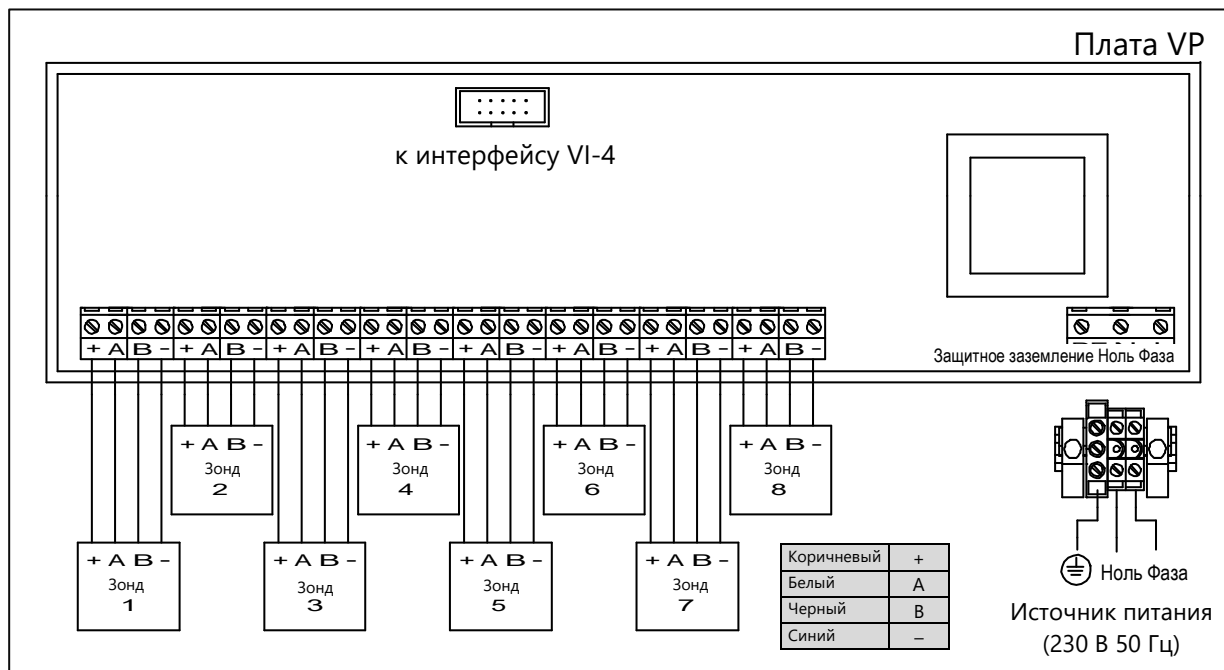

Рисунок 4: Подключение датчика давления VPS-L к плате VP в оценочном блоке VISY-Command
- (1) Подсоедините поставляемый соединительный кабель FAFNIR к соединительным штекером M12 на датчике давления. Возможно удлинение кабеля, при соответствии техническим характеристикам соединительного кабеля FAFNIR, перечисленным в главе «Технические данные».
- (2) Откройте крышку корпуса оценочного блока VISY-Command
- (3) Вставьте свободные кабели соединительного кабеля FAFNIR через свободный кабельный ввод в VISY-Command
- (4) Подсоедините свободные провода (коричневый, белый, черный, синий) на другом конце соединительного кабеля FAFNIR к винтовым зажимам (+ A B -) соединительной планки измерительного преобразователя VP в оценочном блоке VISY-Command. Для каждого из двух датчиков давления необходим собственный зажим датчика (Рисунок 4).